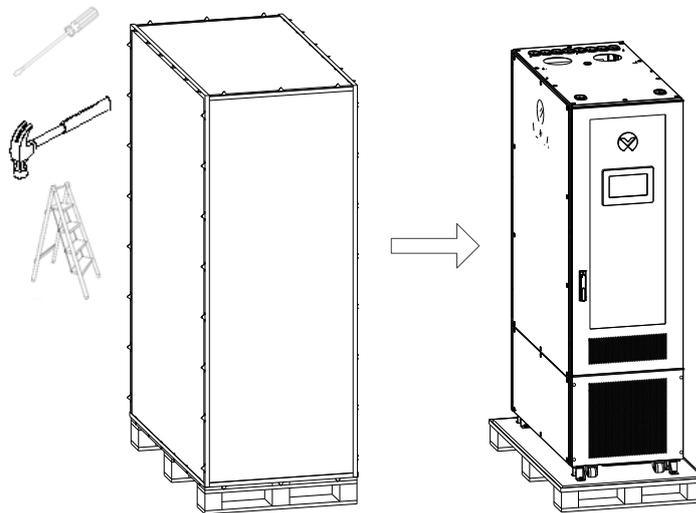

图2-6 拆除木质包装材料
- 3) 若您收到的木箱包装，使用一字螺丝刀配合羊角锤撬开钢舌片，拆除包装木板，如图 2-6 所示。